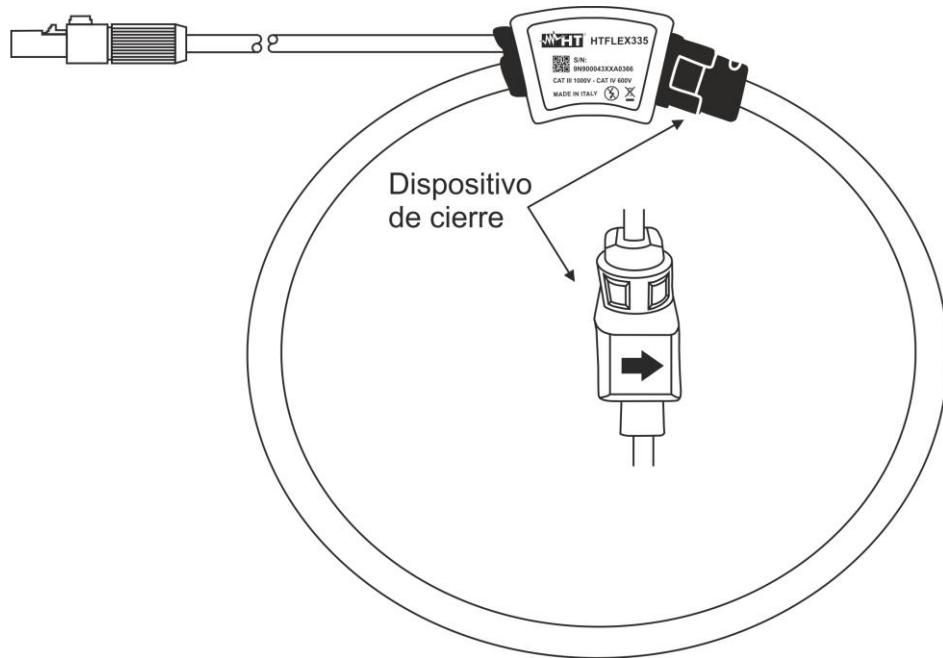

Fig. 2: Descripción de la pinza flexible
La pinza flexible, ligera y flexible, es un transductor de corriente que puede ser envuelta alrededor de la mayor parte de los conductores. El transductor tiene una curvatura predefinida que permite maniobrar con facilidad alrededor de los conductores (ver Fig. 2). La versatilidad aplicativa y el grado de aislamiento diferencian la pinza flexible de los otros métodos de medida de corriente. El transductor de medida está construido utilizando materiales no ferrosos, minimizando en tal modo cualquiera influencia para acoplamiento magnético sobre el circuito bajo prueba.
La pinza flexible a diferencia de la mayor parte de los actuales TA, ha sido proyectados para permitirle al operador de posicionarla alrededor del conductor sin interrumpirlo. Aunque la salida de la pinza flexible sea CA, en algunos casos puede ser necesario orientar el transductor de modo tal que a los terminales de salida la polaridad sea definida (Ejemplo: medidas de potencia). Este puede ser hecho instalando el transductor alrededor del conductor prestando atención a la flecha impresa sobre el dispositivo de cierre (ver Fig. 2) diríjase en la dirección donde, circula la corriente, o bien del generador a la carga. Cuando se realicen medidas sobre instalaciones trifásicas, es además necesario respetar la correspondencia entre la sonda voltiamperimétricas del instrumento de medida conectado y el transductor de pinza relativos a la misma fase.
1. Envolver la bobina alrededor del conductor, uniendo los dos extremos de la pinza, respetando la flecha en la parte trasera del dispositivo de cierre (ver Fig. 2) que indica, por convención, la dirección de la corriente desde el generador a la carga